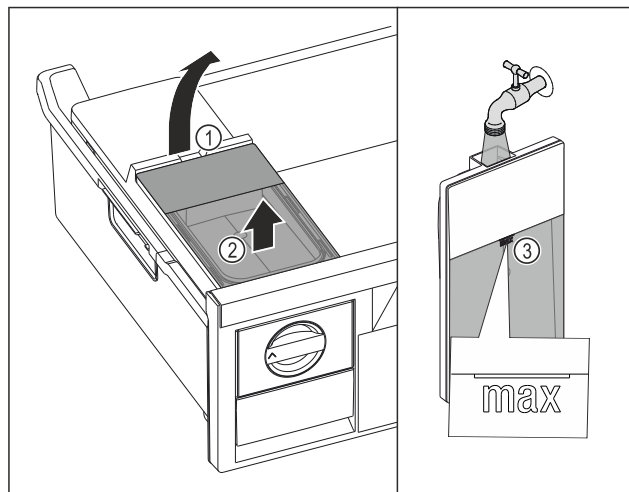

Fig. 91
- Watertank aan de uitsparing Fig. 91 (1) optillen.
- Watertank naar boven toe verwijderen. Fig. 91 (2)
- Watertank tot de markering Fig. 91 (3) vullen met drinkwater.